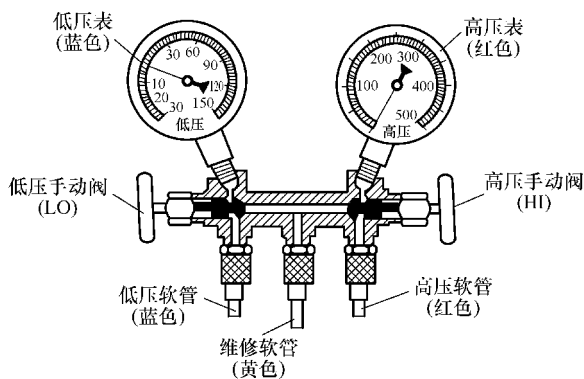

图 7-31 歧管压力表的结构
(1) 歧管压力表的结构 歧管压力表主要由低压表和高压表、低压手动阀和高压手动阀、3 个软管接头（1 个接低压工作阀，1 个接高压工作阀，1 个接制冷剂源罐或真空泵吸入口）及表座组成，如图 7-31 所示。
(2) 歧管压力表工作原理